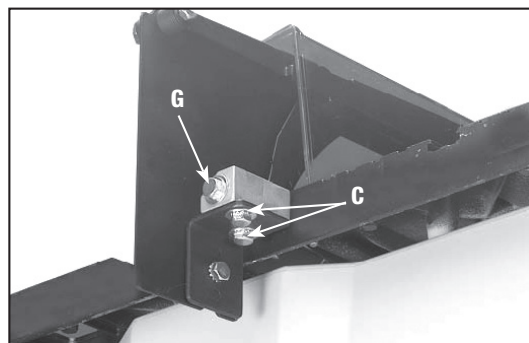

Fig. 17
9. Quando o separador estiver adequadamente alinhado com a lâmina da serra, aperte os parafusos (C) e (G) Fig. 17.